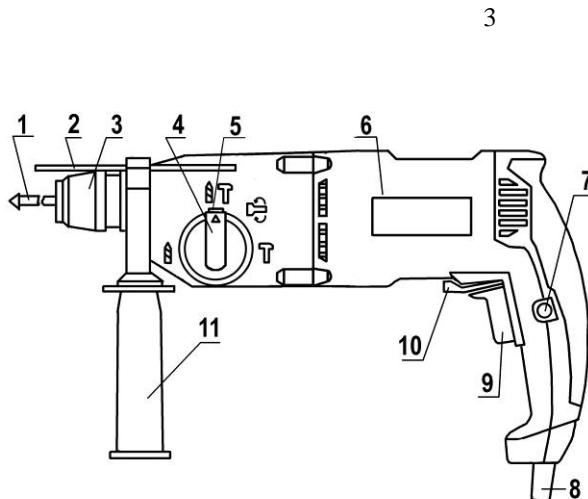

Рис.1 Внешний вид перфоратора
4.1. Внешний вид перфоратора показан на рис. 1.